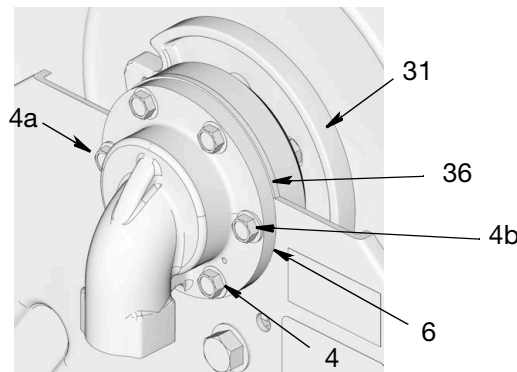

ABB. 21
4. NUR Mitteldruck-Modelle: Die Unterlegscheibe (36) zwischen Einlass (6) und Lagerhalterung (35) ausrichten (ABB. 21).
5. Zuerst wie in abgebildet, die oberen 2 Schrauben (4a und 4b) wie in ABB. 21 dargestellt durch Rahmen und Einlass (6) installieren. Schrauben nur so festziehen, dass alle Teile in ihrer Position gehalten werden.
6. Anschließend die vier verbleibenden Schrauben (4) anbringen. Handfest festziehen und dann alle Schrauben mit 33,9 bis 47,45 N•m (25 bis 35 ft-lbs) festziehen.